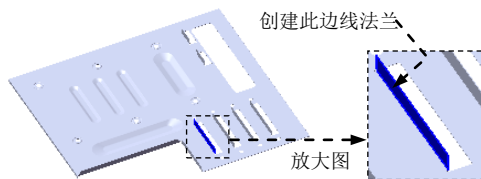
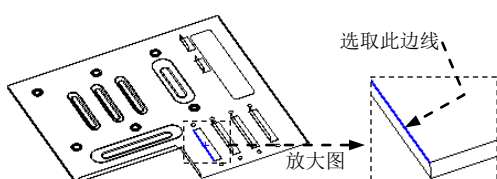

图 17.10.113 创建边线法兰 10
图 17.10.114 定义特征的边线
Step35. 创建图 17.10.113 所示的边线—法兰 10。选取图 17.10.114 所示的模型边线为生成的边线法兰的边线。详细过程请参见 Step32。